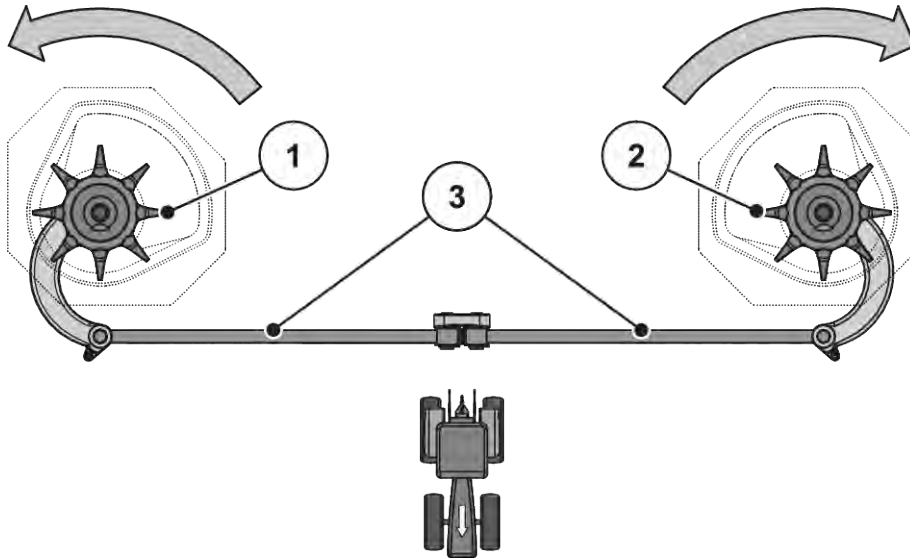

Рис. 53: Перевірка привода мішалки
- Прокрутіть змішувальну головку рукою **в напрямку руху розкидального диска**. Див.. *Рис. 53 Перевірка привода мішалки*.
- Із силою прокрутіть змішувальну головку рукою або за допомогою ремінного ключа для масляного фільтра **проти напрямку руху розкидального диска**. Див. *Рис. 53 Перевірка привода мішалки*